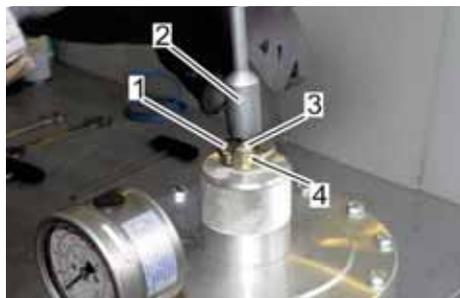

Abb. 28: Feder der Regelstufe entspannen
2. Die Sechskantbundmutter (Abb. 28/4) mit einem Gabelschlüssel (Abb. 28/1) lösen.
3. Den Sollwertesteller (Abb. 28/3) mit einem Steckschlüssel (Abb. 28/2) lösen, herausdrehen und beiseitelegen.